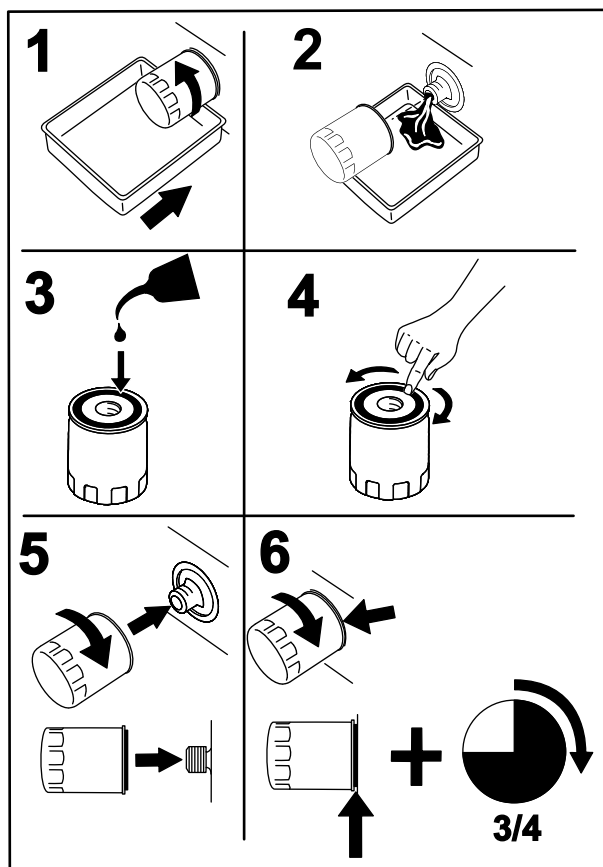

Figura 41
- 4. Collocate una bacinella di spurgo sotto il filtro dell'olio e ruotate il filtro in senso antiorario per rimuoverlo (Figura 41).